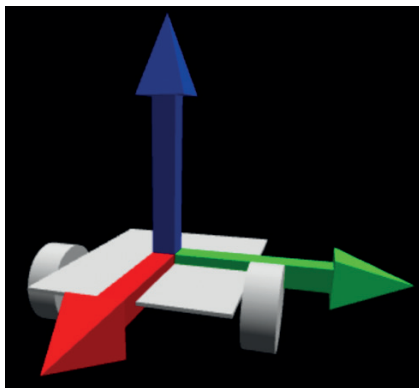

Рис. 16.2. Скриншот трехмерного виртуального робота в VPython
16. Чтобы увидеть виртуального робота в браузере, подключитесь к порту робота 9020. Результат будет выглядеть так, как показано на рис. 16.2.
На рис. 16.2 мы видим ось  $x$  красного цвета, направленную вперед, ось  $y$  зеленого цвета, направленную вправо, и ось  $z$  синего цвета, направленную вверх. Эта система координат опирается на правило правой руки. На рисунке мы видим модель виртуального робота с колесами по бокам (вид спереди). Сейчас модель выглядит достаточно просто (серый прямоугольник), но для наших дальнейших экспериментов этого достаточно.